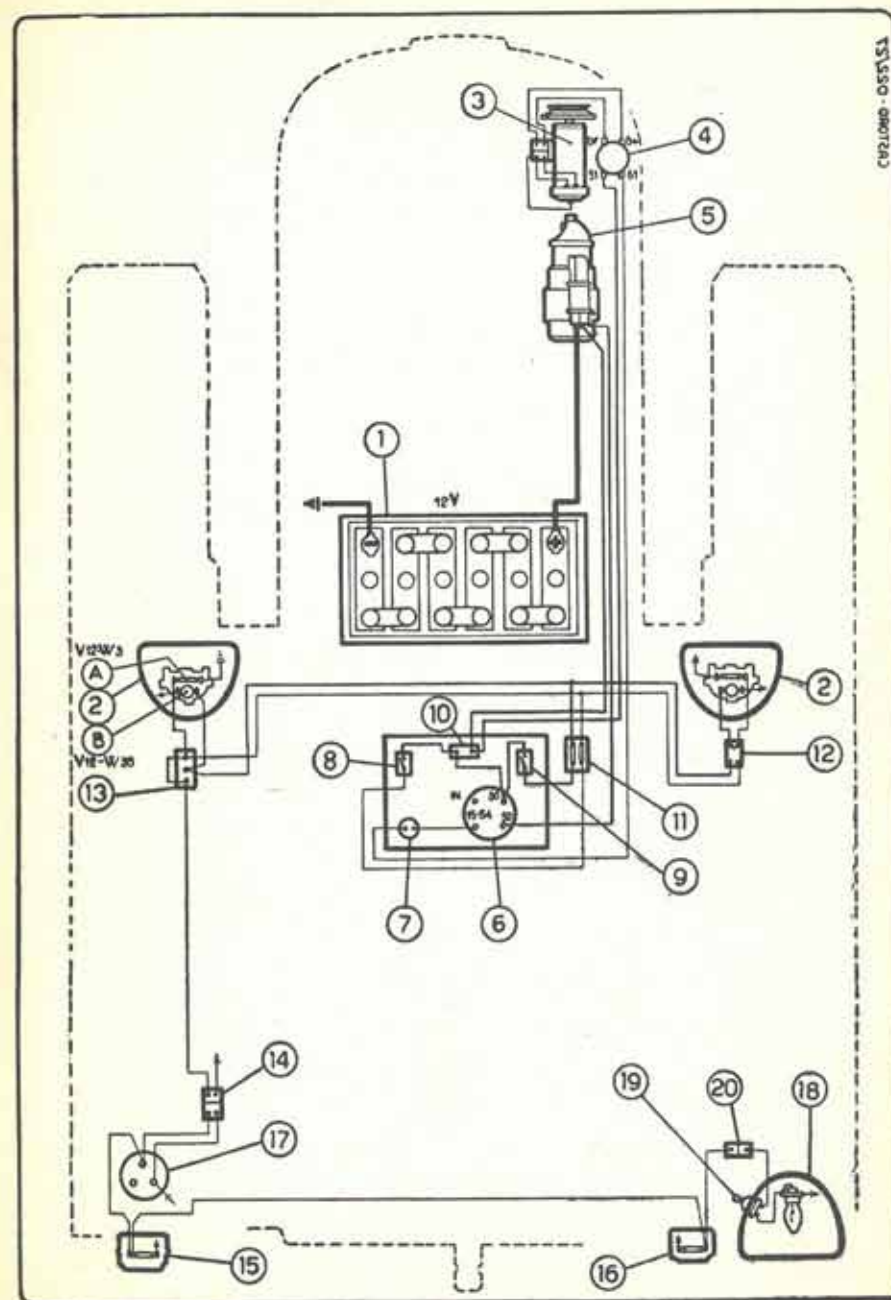

Fig. 11 - SCHEMA IMPIANTO ELETTRICO
**IMPIANTO ELETTRICO** — Il trattore è provvisto di un impianto elettrico per luce e avviamento motore. (V. schema fig. 11). E' composto da una **dinamo** 130 W 12 V, comandata dal motore mediante cinghietta trapezoidale; da una **batteria** 12 V della capacità di 50 Amp/ora sistemata sotto il cofano motore; dal **motorino avviamento** flangiato sulla campana del volano motore, e dai normali dispositivi per avviamento e controllo. L'**impianto luce** è costituito da due **fari anteriori**, due **fanalini posteriori** (posizione e targa) e da un **faro orientabile posteriore**.
## SCHEMA IMPIANTO ELETTRICO (Legenda della fig. 11)